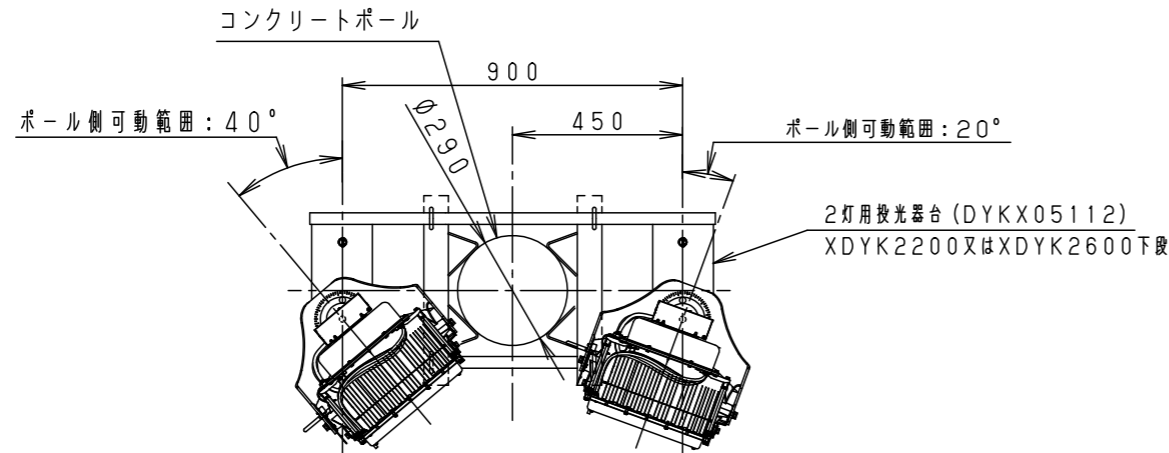

図1. 2灯用投光器台 (DYKX05112) に取付時の注意事項
- 水平面・壁面（上下）・傾斜面に取付可能です。但し、壁面（上下）・傾斜面取り付けの場合、横向き設置はしない。（図1参照）屋外で使用时、フィルター側を水平上向きに設置しない。（図2参照）感電・火災の原因となります。